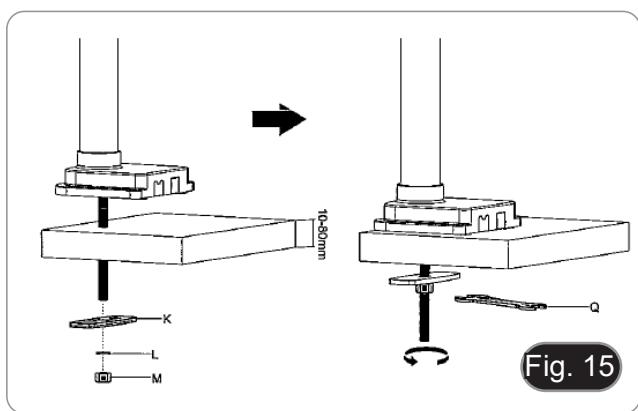

Fig. 15
6. Stecken Sie die Schraube (I) in die Bohrung des Tisches.
7. Befestigen Sie die Baugruppe mit der Befestigungsplatte (K), der Unterlegscheibe (L) und der Mutter (M).
8. Ziehen Sie die Mutter mit dem Schraubenschlüssel (Q) fest. (Fig. 15)